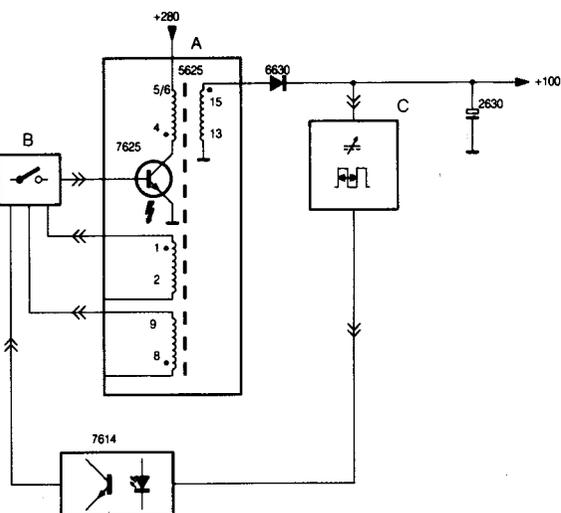
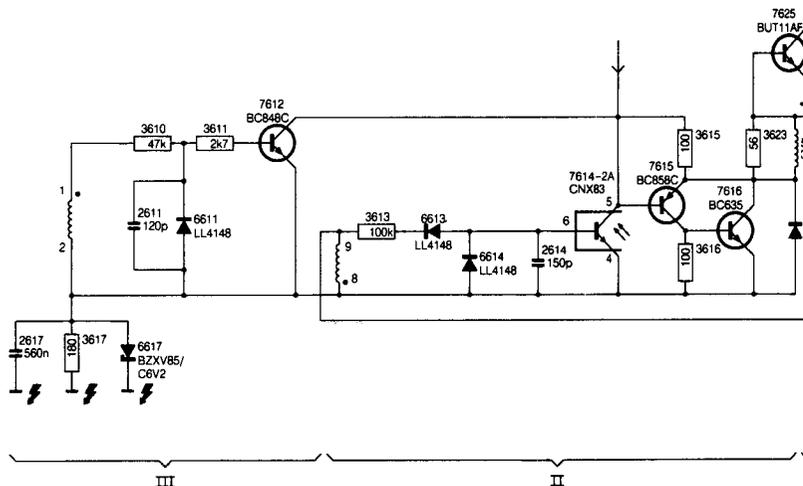

Bild 11.1
Bild 11.2
11.2.1 Funktionsprinzip (Bild 11.1)
Die Primärseite des Versorgungstransformators enthält den Schaltkreis (Block B, Bild 11.1). Dieser Schaltkreis baut sich auf mit drei Teilschaltungen (Bild 11.2), die zusammen Transistor 7625 antreiben, nämlich:
Auf der Sekundärseite der Stromversorgung befindet sich der Regelkreis (Block C, Bild 11.1), der Überspannungsschutz und die Bereitschaftsschaltung.